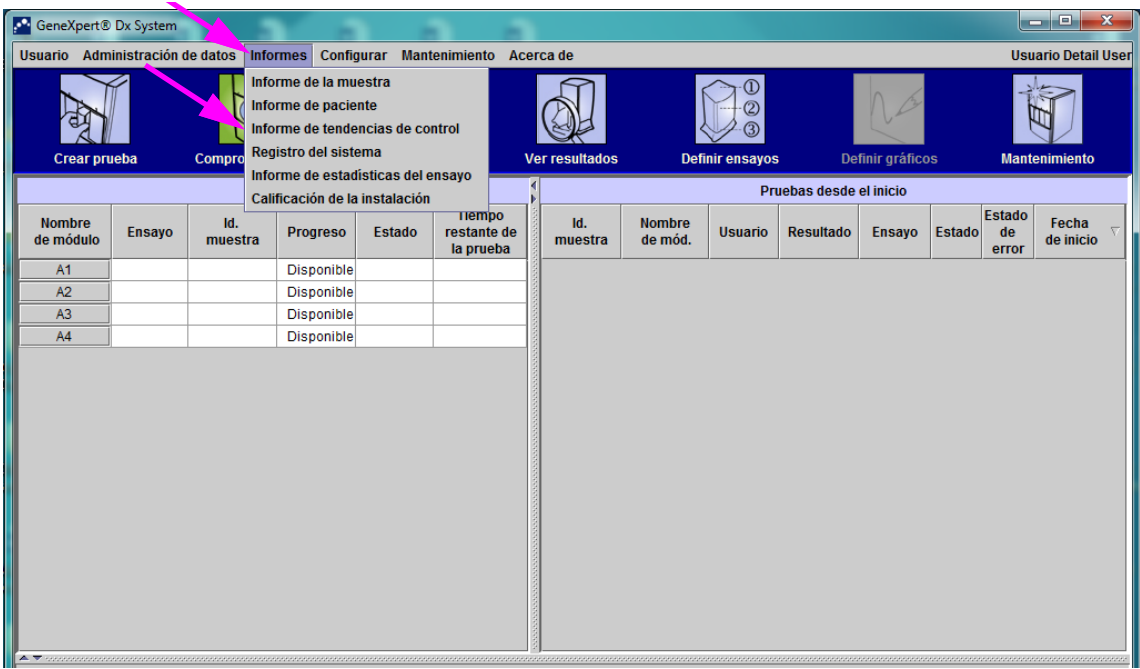

Figura 6-1. Pantalla GeneXpert Dx System mostrando el menú Informes
1. En el menú **Informes** de la ventana GeneXpert Dx System, haga clic en **Informe de tendencias de control** (consulte la figura 6-1). Se mostrará el cuadro de diálogo Informe de tendencias de control. Consulte la figura 6-2.